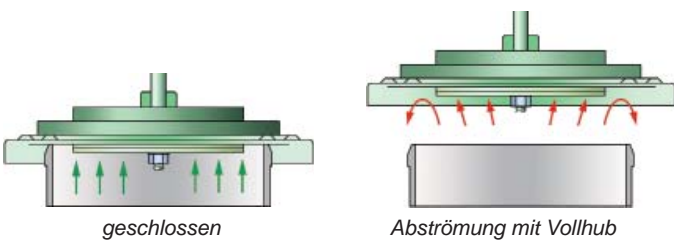

Bild 1: Abströmung mit Vollhubteller und Luftpolsterdichtung
**PROTEGO® Über- und Unterdruckventile** mit Vollhubteller erreichen innerhalb von 10% Drucksteigerung vom Ansprechdruck Vollhub und führen dann bei voll geöffnetem Ventil den Volumenstrom ab (Bild 1 und 2).